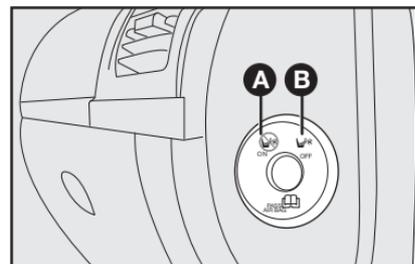

fig. 132
### Desativação do airbag do lado do passageiro - figs. 132 e 133
O interruptor tem duas posições **A** e **B-fig. 132**
**A** - Airbag lado do passageiro ativado: (posição **ON A-fig. 132**) com luz-espia ☉ no quadro de instrumentos apagada.
**B** - Airbag do lado do passageiro desativado: (posição **OFF B-fig. 132**) com luz-espia ☉ no quadro de instrumentos acesa.